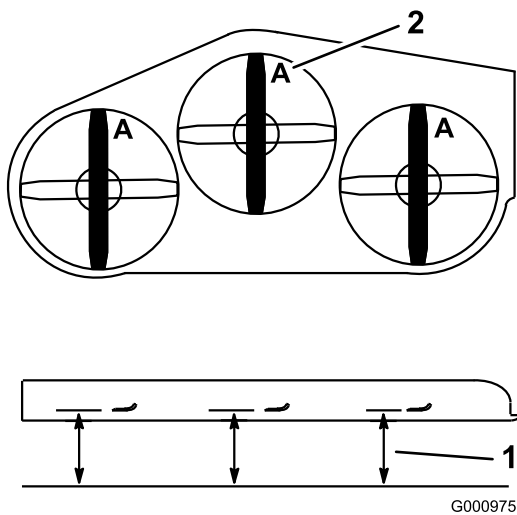

図 80
4. Aの位置で(図 80)、平らな床面からブレードの刃先までの高さを測る。